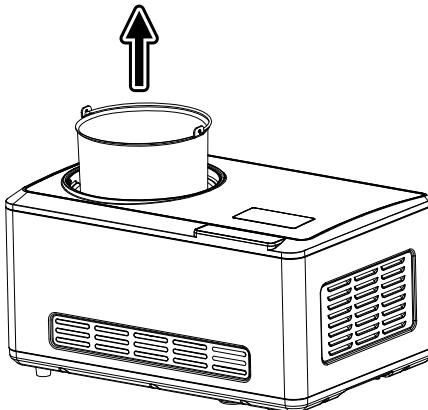

Abb. 3
- ▶ Entnehmen Sie den Aluminiumbehälter (11) (siehe **Abb. 3**). Halten Sie ihn am Griff.
- ▶ Verwenden Sie den mitgelieferten Messbecher (8) zur Dosierung der Zutaten.